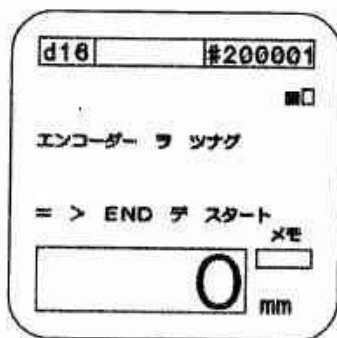

図39
- スキヤニングにカーソルを合わせSTARTキーを押してください。図39が表示されます。